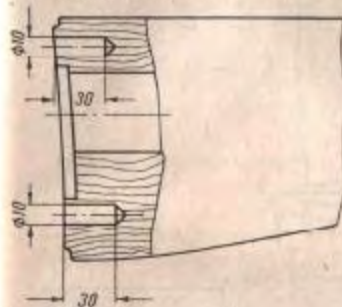
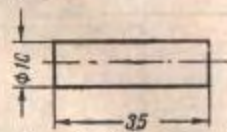

Рис. 100. Рассверловка в приладе гнезд для пробок
Рис. 101. Заготовка пробки
(I) Рассверлить в прикладе гнезда для пробок до диаметра 10 мм (рис. 100), изготовить пробки (рис. 101), поставить их на клею в гнезда и обработать заподлицо с прикладом, ватом по отверстиям в затылке про-